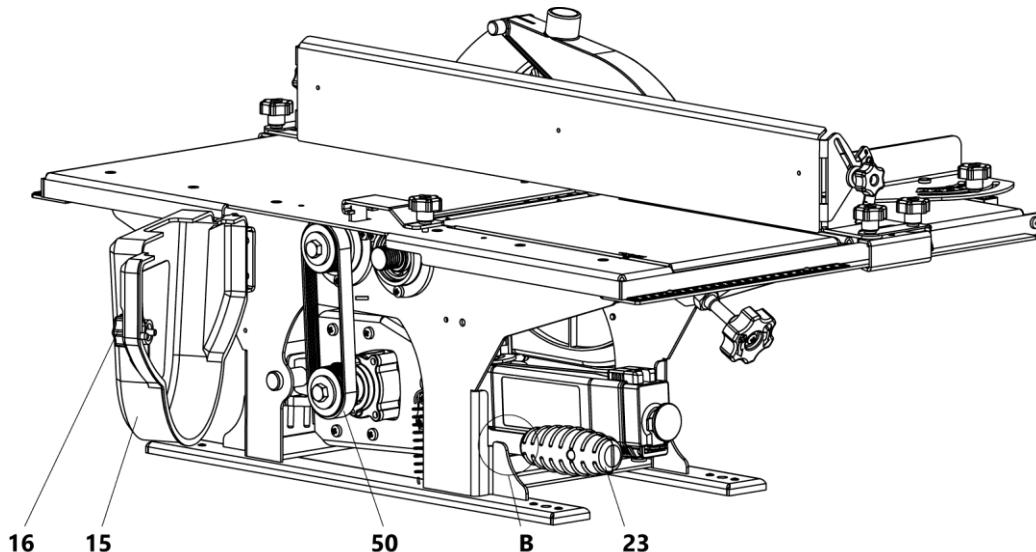

Рисунок 12. Установка приводного ремня
- выкрутить винт-барашек 16 и отвернуть в сторону кожуха защиты ремня 15 (рис. 12);